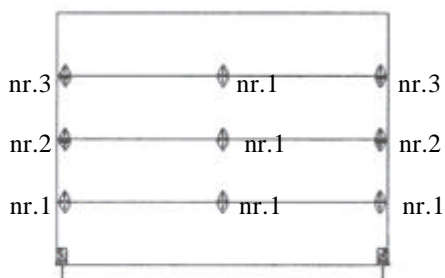

Fig13. Plassering av hengsler
**MERK:** ALLE HENGSLER PÅ MIDTEN SKAL VÆRE HENGSLER NR.1. SE FIG. 13.
Skrus så alle hengsler opp på port elementene som vist på fig.13. Hengslene skrues på som vist på fig. 10, langs overkanten av elementene. Hvilke retning hengslene skal skrues opp vises på fig. 11. De ovale hullene oppover.